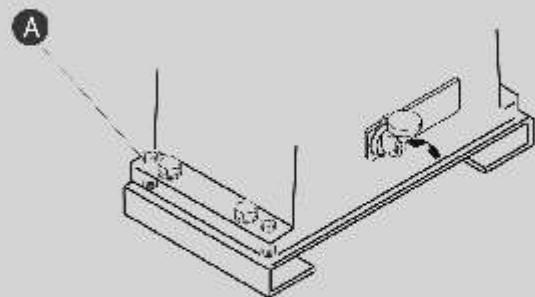

Fig. 2 / Abb. 2
- Die 4 Sechskantlochschrauben in ihren Sitz einsetzen und mindestens 5 mm herausstehen lassen (Dies dient der endgültigen Einstellung. (Abb. 2).
- Doe de 4 inbusschroeven op hun plaats en laat ze minimaal 5 mm uitsteken. (Dit dient voor de uiteindelijke afstellingen) (A - fig. 2).